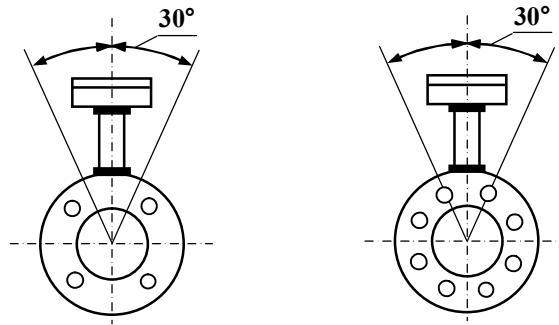

Рисунок 6.1
- обеспечить отклонение от вертикальной оси не более чем на 30° (см. рисунок 6.1).